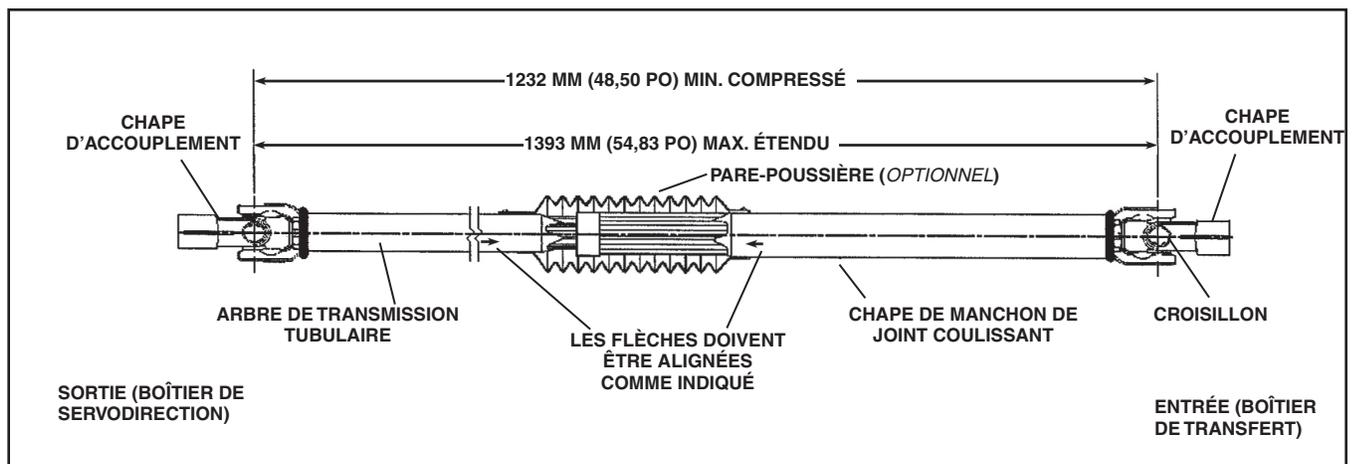
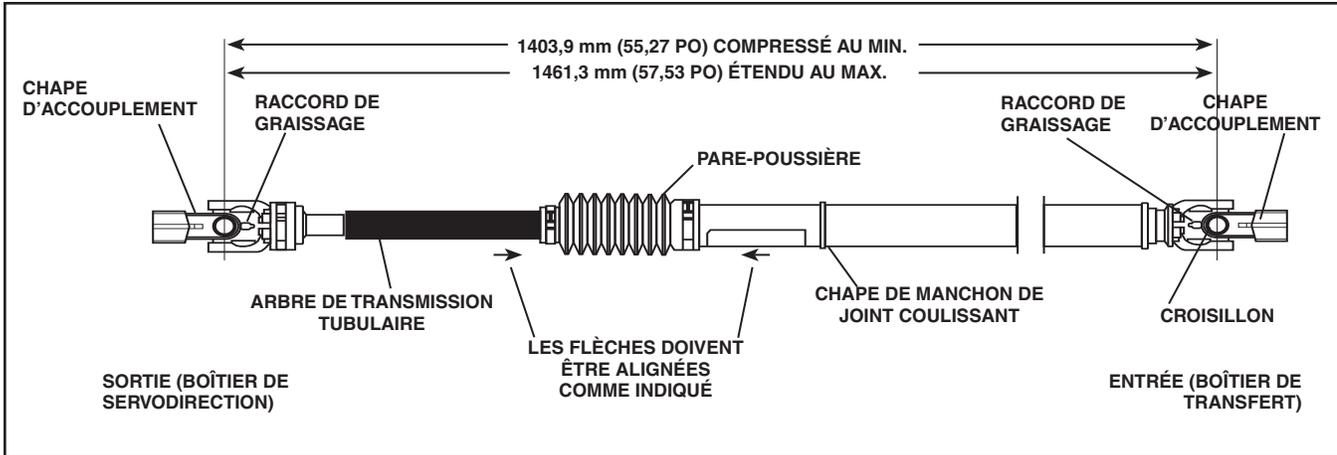

Figure A4 - Arbre de direction (sans raccord de graissage)
Figure A5 - Arbre de direction (avec raccords de graissage)
Voir Figure A4 et Figure A5.
L'arbre de direction est situé derrière deux pare-poussière sous le véhicule. Il y a deux raccords de graissage, un à chaque extrémité de l'arbre. Voir Figure A5.
1. Aligner les flèches de montage sur l'arbre et le manchon du joint coulissant. Voir Figure A4 ou Figure A5 selon le modèle d'arbre.